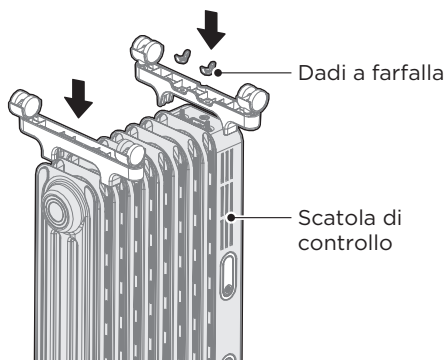
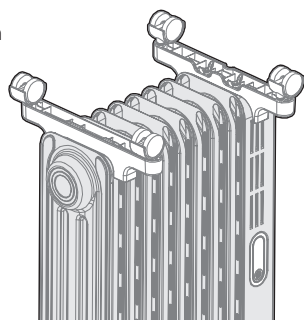

Figura 2
Figura 3
- 2 Come mostrato nella Figura 2 e nella Figura 3, per prima cosa capovolgere il corpo del riscaldatore in modo da avere la parte inferiore rivolta verso l'alto, allineare il gruppo di supporto con due fori circolari passanti con le due viti sul fondo della scatola di controllo e appoggiarlo liberamente, rimuovere il nastro blu sul piedino di supporto ed estrarre i dadi a farfalla, infine bloccarlo con i dadi a farfalla; inoltre, la scanalatura di montaggio del gruppo di piedini con la scanalatura di bloccaggio è allineata e bloccata sul secondo dissipatore di calore.